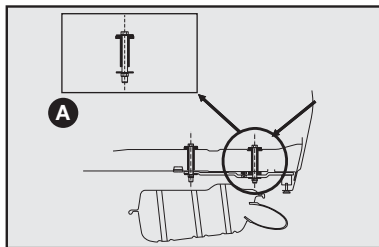
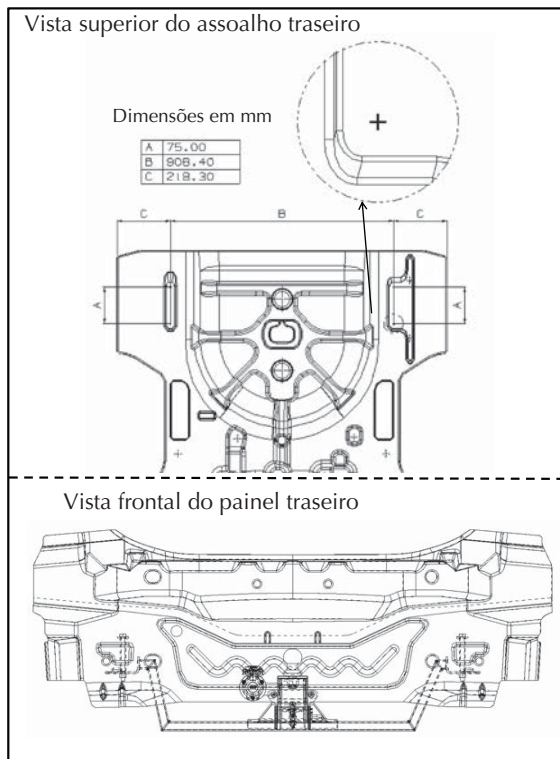

fig. 11
fig. 12
- Efetuar no veículo a furação com \varnothing (diâmetro) 11 mm traspassando o assoalho posterior (ver detalhe **A-fig. 11**) e a longarina nas marcas esquemáticas indicadas na **fig. 12**.